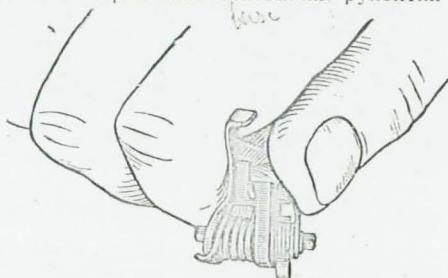
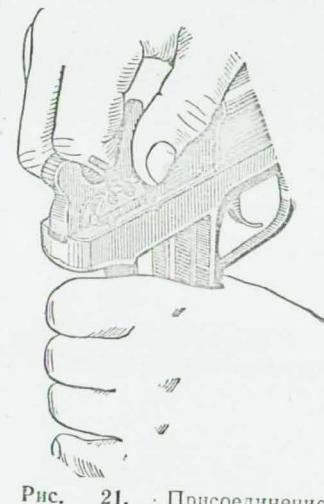

Рис. 20. Прием удержания шептала с затворной задержкой при сборке
Рис. 21. Присоединение шептала с затворной задержкой к рамке
6. Присоединить шептало с затворной задержкой и разобщитель к рамке. Взять в левую руку шептало верхним пером к себе, правой рукой надеть на левую цапфу шептала затворную задержку отражателем вверх; слегка поджать затворную задержку указательным пальцем левой руки к пружине шептала так, чтобы левая цапфа вышла из отверстия затворной задержки. Большим пальцем правой руки взяться за верхнее перо шептала, а указательным пальцем этой же руки слегка поджать затворную задержку к пружине шептала (рис. 20) так, чтобы задержка вошла в проточку на оси шептала. После этого левой рукой взять пистолет за рукоятку, а правой рукой ввести левую цапфу шептала в цапфенное гнездо на левом выступе рамки (рис. 21).